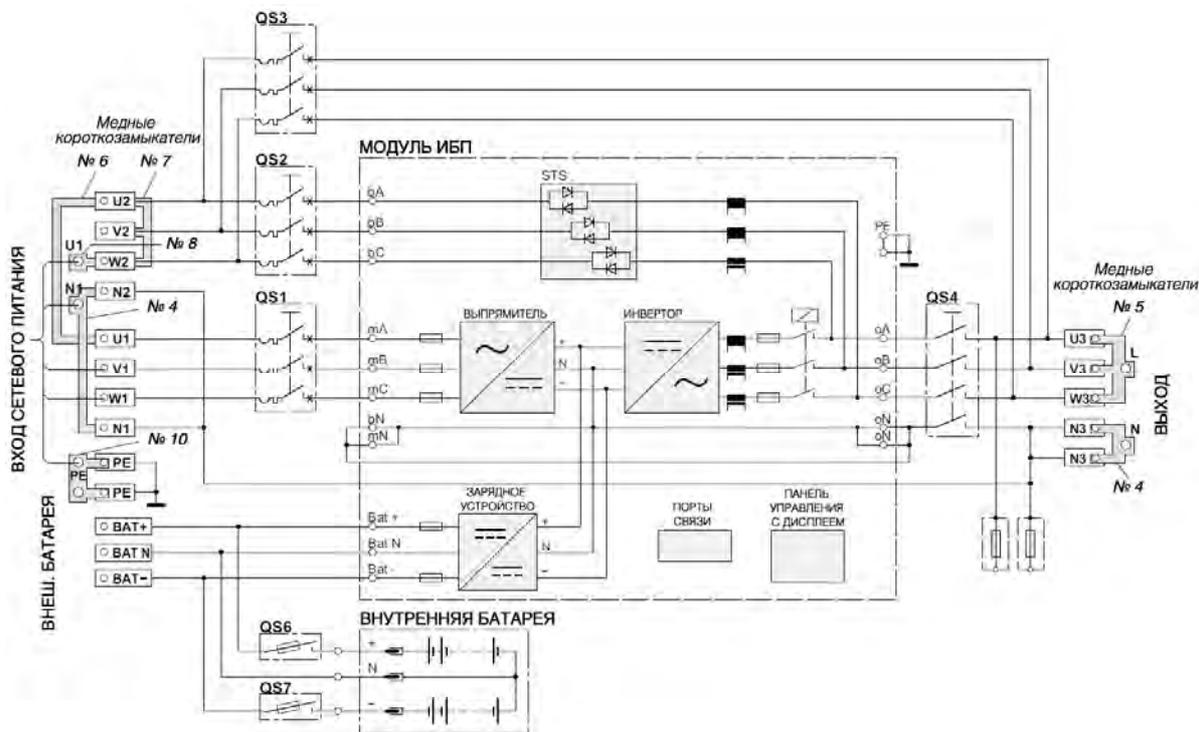
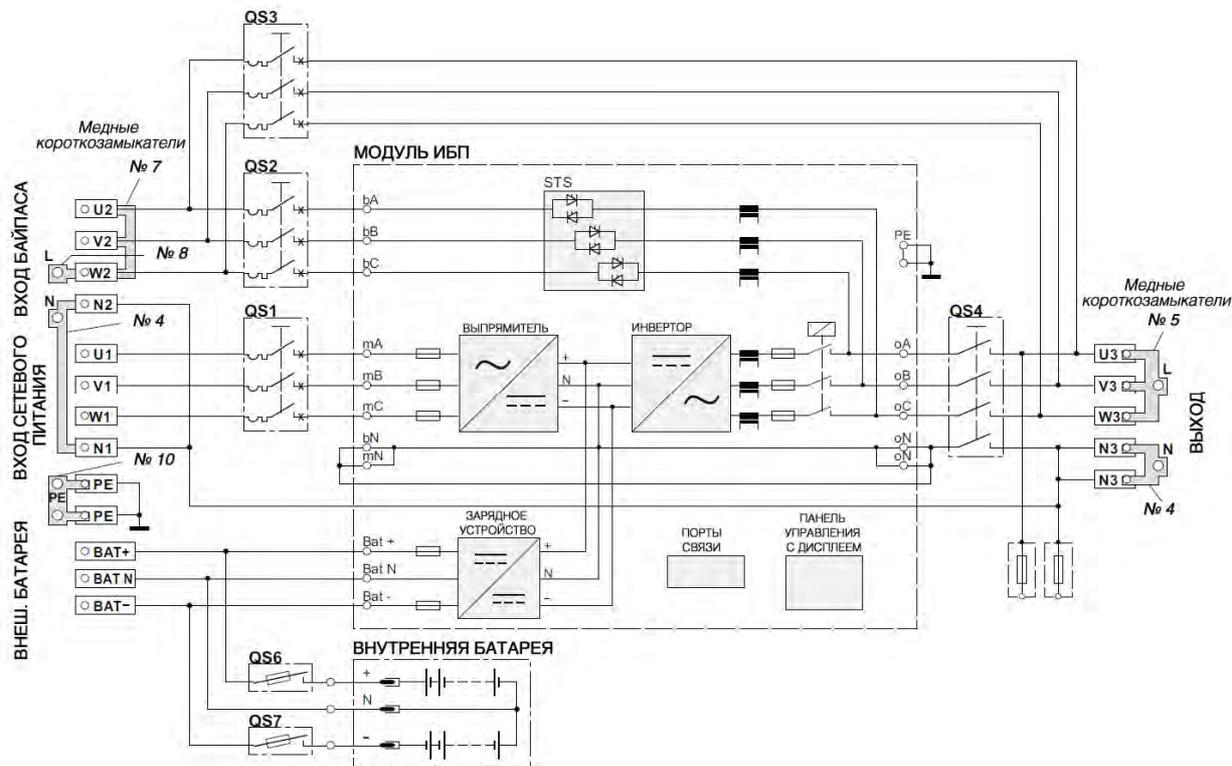

Рис. 3-7 3 входных/1 выходная фаза, подключение кабелей в конфигурации с общим источником
Рис. 3-8 3 входных/1 выходная фаза, подключение кабелей в конфигурации «сплит-байпас»
3. Как показано на Рис. 3-7, замкните клеммы U2, V2 и W2 с помощью медного короткозамыкателя 7, замкните зажимы PE на клеммном блоке ввода-вывода ИБП, используя медный короткозамыкатель 10 с изолирующей пленкой, замкните клеммы U3, V3 и W3 с помощью медного короткозамыкателя 5, замкните клеммы U1 и U2 с помощью медного короткозамыкателя 6, замкните клеммы N1 и N2, а также две клеммы N3 с помощью двух медных короткозамыкателей 4.
4. Присоедините медный короткозамыкатель 8 к одному из концов медного короткозамыкателя 7 (см. Рис. 3-7) и подключите находящуюся под напряжением линию (входная фаза L1) к медному короткозамыкателью 8.
3. Как показано на Рис. 3-8, замкните два зажима РЕ клеммного блока ввода-вывода ИБП, используя медный короткозамыкатель 10 с изолирующей пленкой, замкните клеммы U2, V2 и W2 с помощью медного короткозамыкателя 7, замкните клеммы U3, V3 и W3 с помощью медного короткозамыкателя 5, замкните клеммы N1 и N2, а также две клеммы N3 с помощью двух медных короткозамыкателей 4.
5. Присоедините медный короткозамыкатель 8 к одному из концов медного короткозамыкателя 7 (см. Рис. 3-8) и подключите находящуюся под напряжением линию (входная фаза байпаса L) к медному короткозамыкателю 8.
1. Снимите все медные короткозамыкатели (см. Рис. 3-7 и Рис. 3-8) на системе с конфигурацией «3 входных/1 выходная фаза». Подключите только входные кабели сети. Ни в коем случае не подключайте на этом этапе входные и выходные кабели байпаса, а также кабели батареи (см. Рис. 3-10).